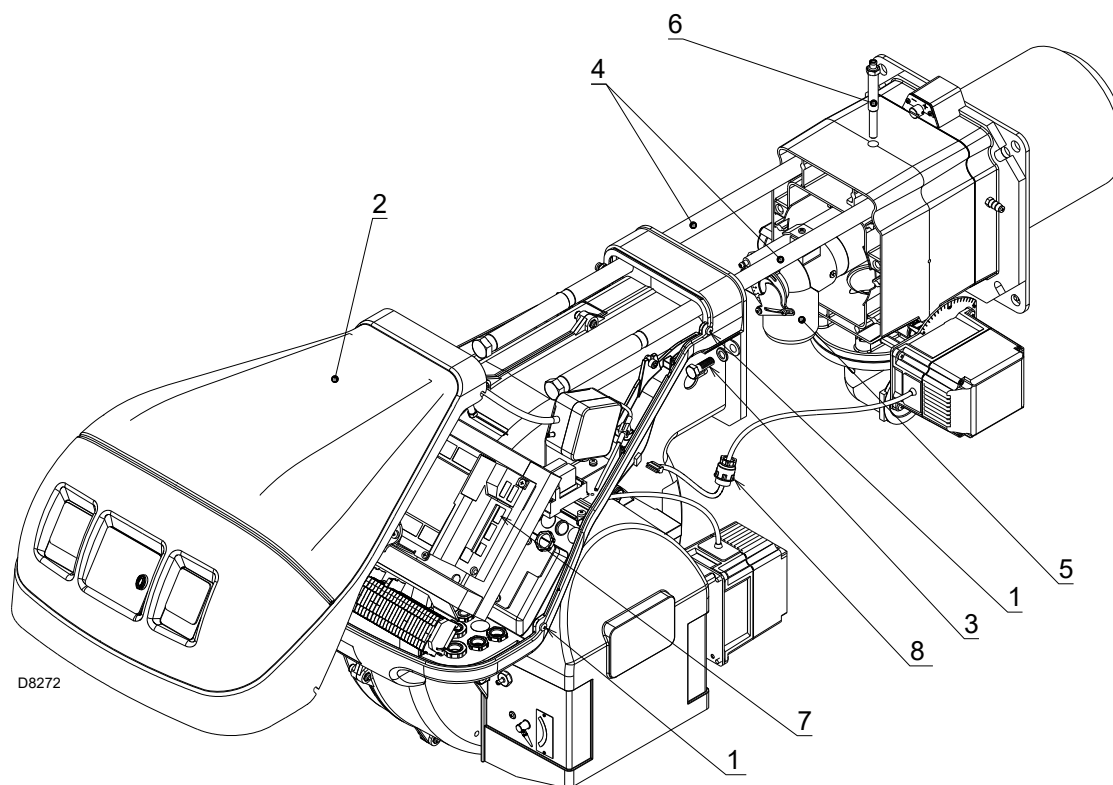

Fig. 37
- Slăbiți cele 4 șuruburi 1)(Fig. 37) și scoateți capota 2).
- Conectați fișa servomotorului 7)(Fig. 37) și înșurubați presetupa 8).